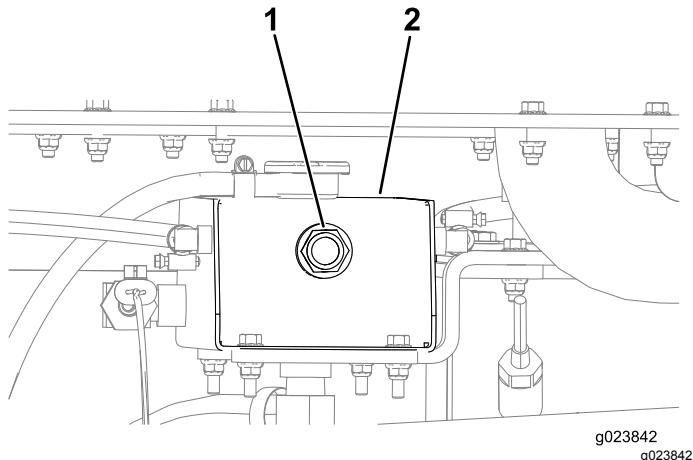

Рисунок 110
4. Проверьте уровень охлаждающей жидкости по указателю на торцевой поверхности бака радиатора (Рисунок 110).